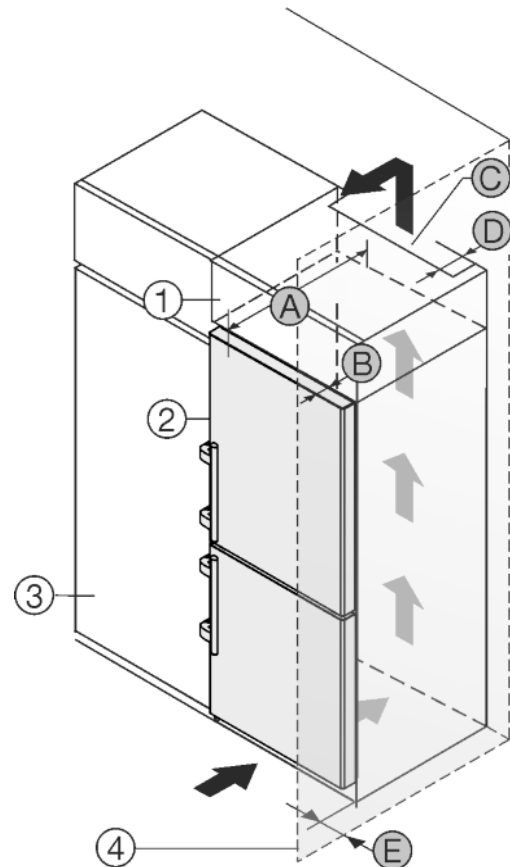

Fig. 47
Устройство может быть окружено кухонными шкафами. Чтобы уравнивать устройство Fig. 47 (2) по высоте с кухонной стенкой, можно установить над устройством дополнительный шкафчик Fig. 47 (1).
Установить устройство можно непосредственно рядом с кухонным шкафом Fig. 47 (3). Чтобы можно было полностью открыть двери, устройство должно выступать на глубину Fig. 47 (B) относительно передней стенки кухонного шкафа. В зависимости от глубины кухонных шкафов и использования пристенных распорок устройство может выступать и больше.
- На задней стенке дополнительного шкафчика должен быть вентиляционный канал с глубиной Fig. 47 (D) по всей ширине этого шкафа.
- Нужно соблюдать вентиляционное отверстие Fig. 47 (C) под нижней панелью.
Если устройство установлено на шарнирах у стены Fig. 47 (4), то нужно соблюдать расстояние Fig. 47 (E) между устройством и стеной. Настолько выступает ручка при открытой дверце.